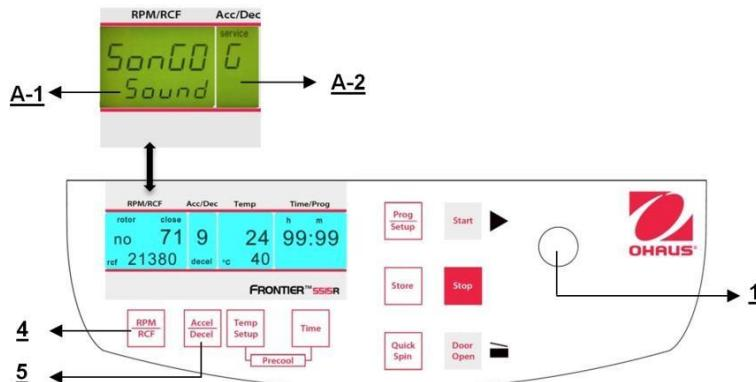

Figure. 37
Poursuivre conformément à la description du paragraphe 4.1. 1 pour entrer dans ce mode de programme et appuyer ensuite sur la touche "Accel/Decel" (5). Sur l'affichage "Acc/Dec" (A-2), le mot "Service" clignote. Sélectionner maintenant la lettre "G" avec le bouton de réglage (1). Ceci entraîne l'apparition des mots "SonGo/Sound" sur l'affichage "RPM | RCF" (A-1). Après avoir appuyé sur la touche "RPM | RCF" (4), il est possible de sélectionner une sonorité avec le bouton de réglage (1). (voir la figure 37)